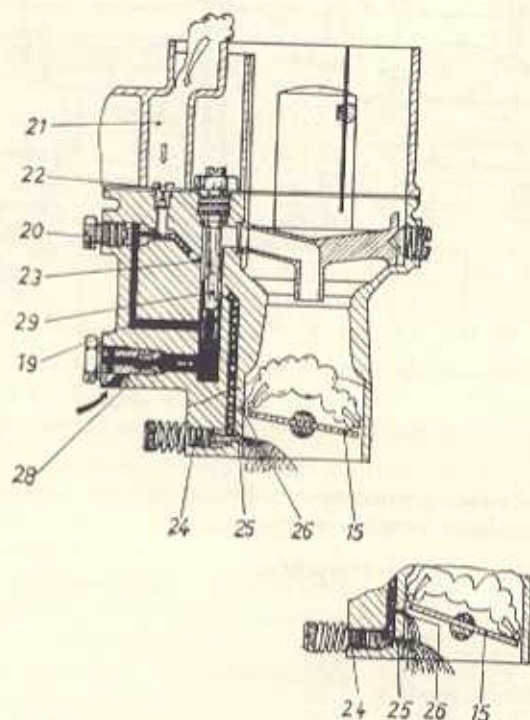

Bild M 62
Der hierzu benötigte Kraftstoff gelangt aus dem Schwimmergehäuse über die Hauptdüse (28) und den Kanal (19) zur Leerlaufdüse (20), durch die die Kraftstoffmenge dosiert wird. Hinter der Leerlaufdüse (20) wird dem Kraftstoff über die Leerlaufdüse (22) Luft aus dem Kanal (21) beigemischt, wodurch ein konstantes Kraftstoff-Luft-Gemisch entsteht. Über den Kanal (23) gelangt die entstandene Leerlaufemulsion zur Leerlaufaustrittsbohrung (25). Die Leerlaufaustrittsbohrung (25) kann in ihrem Querschnitt durch die Leerlaufgemisch-Regulierschraube (24) verändert werden. Hierdurch ist eine feine Regulierung des Leerlaufgemisches möglich. Beim Öffnen der Drosselklappe (15) entsteht an der Progressionsbohrung (26) ein schmaler Spalt, in dem besonders große Luftgeschwindigkeiten auftreten. Durch diesen Unterdruck gelangt über die Progressionsbohrung (26) zusätzlich Kraftstoff in den Ansaugkanal. Der Motor erhält auf diese Weise ein etwas fetteres Kraftstoff-Luft-Gemisch, das dem besseren Übergang vom Leerlaufvergaser zum Hauptdüsenystem dient (Bild M 62).